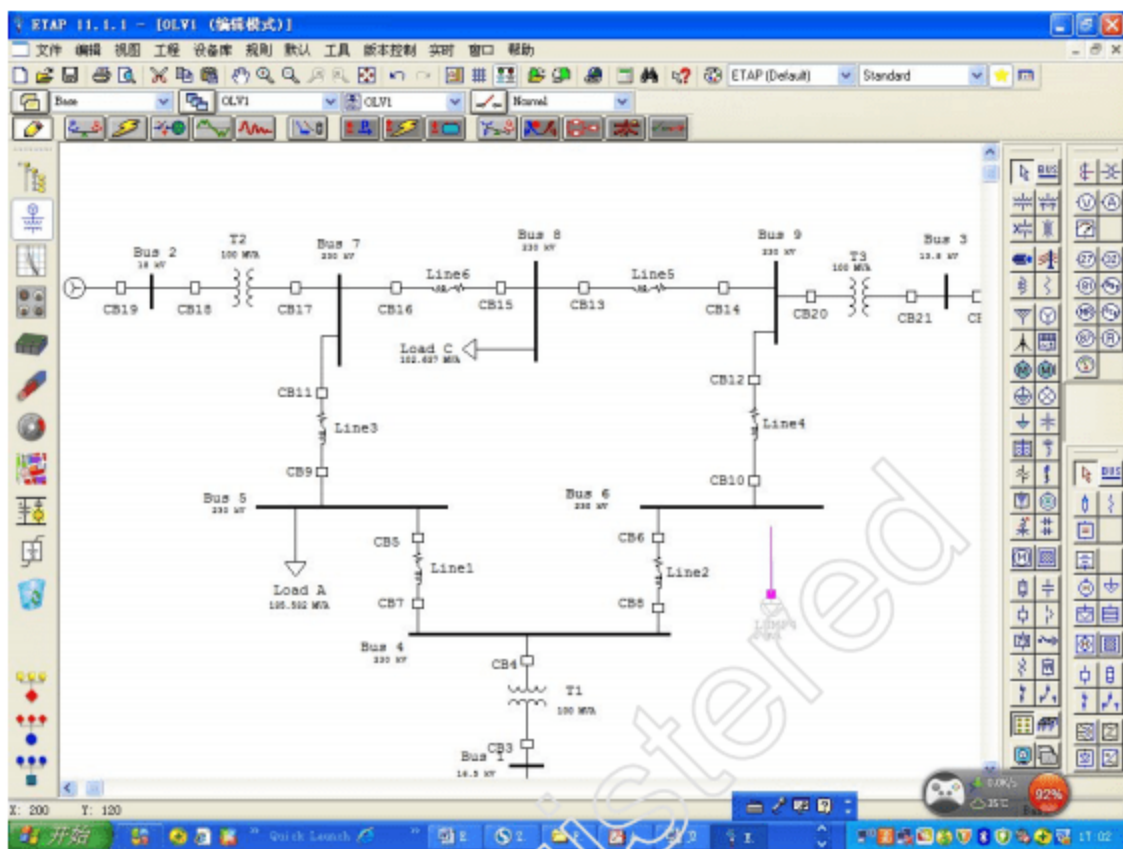

图1.3 元件的连接
2、鼠标左键单击元件的连接端子（呈红色），拖曳到另一个元件的连接端子，呈现红色表示可以连线，如图1.3所示。依次连线，建立的单线图。